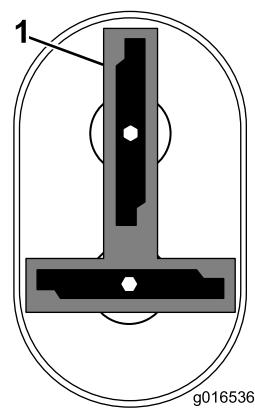

Figure 46
**Remarque:** Les lames devraient être perpendiculaires et former un "T" inversé, comme illustré à la Figure 46.